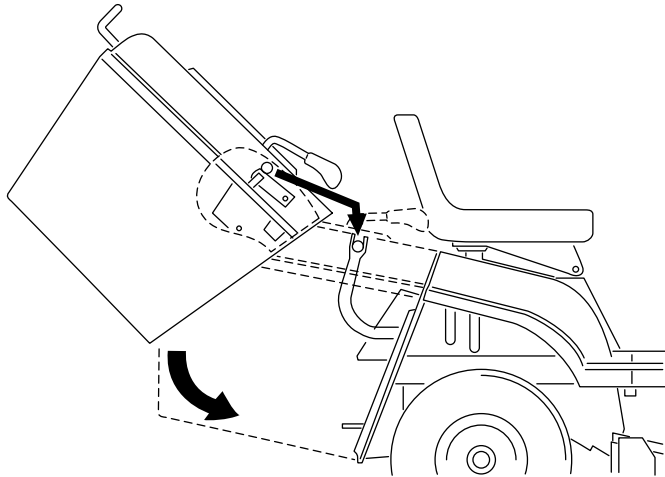

Figura 36
1. Inclinate in avanti, con entrambe le mani, il cesto di raccolta (Figura 36).
2. Inclinate in avanti il cesto di raccolta a 40° circa, ed appoggiatelo sulle due staffe di supporto sul retro del trattore (Figura 36).